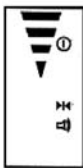

Fig. 8
- Si la pantalla LCD muestra una flecha “hacia abajo” y emite sonidos breves rápidos, esto indica que la señal del nivel láser está ubicada debajo del detector (Fig 8).